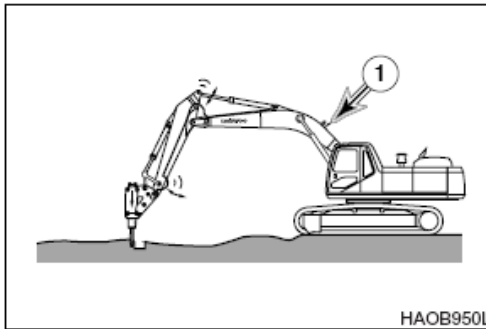

Figura 73
5. NO use el martillo hidráulico si percibe un exceso de vibración en el área de las conducciones. Consulte Figura 73. Compruebe el acumulador del martillo hidráulico (1) y si localiza algún tipo de avería, subsánela. De lo contrario, los componentes hidráulicos y estructurales de la excavadora podrían sufrir desperfectos.